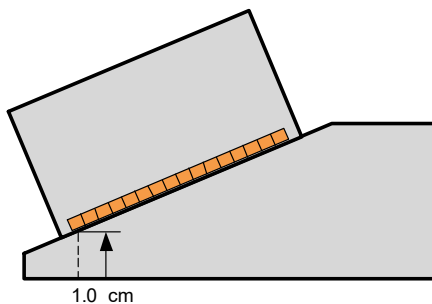

Figura 4-9 A altura do primeiro elemento
- f) Selecione **Altura** e, em seguida, insira a altura do primeiro elemento (veja Figura 4-9 na página 117).